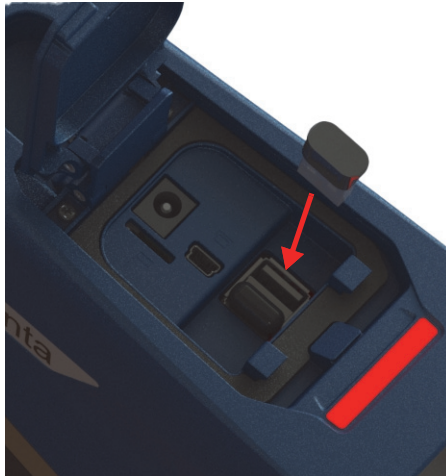

图 3-7 插入Wi-Fi适配器
1. 将适配器的连接器与Wi-Fi接口对齐（参见第63页的图 3-7）。